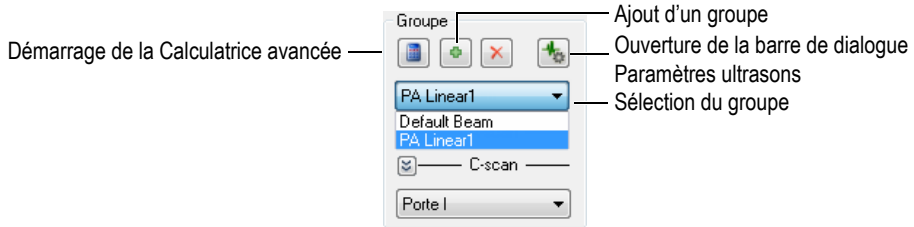

Figure 4-4 Sélection du nouveau groupe créé
3. Dans la zone **Groupe** dans le **TomoView Manager** (voir la Figure 4-4 à la page 241) :